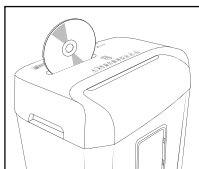

Fig. 5
Placez l'interrupteur **REV/OFF/AUTO/FWD** ❸ en position **AUTO** pour le déchetage. Introduisez le CD par le haut et centré dans la fente de coupe des CD/cartes de crédit ❷ (voir fig. 5). Vous ne pouvez couper qu'un CD à la fois.